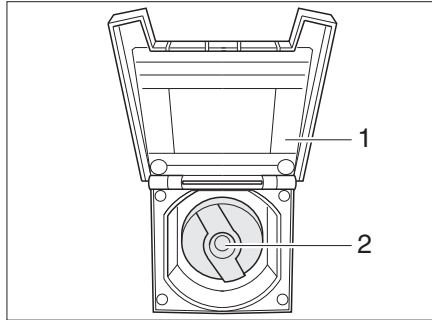

Fig. 348 Tapa de cierre para el tubo de llenado de agua potable
- Abrir la tapa (Fig. 348,1) para el tubo de llenado de agua potable. La tapa se sujeta magnéticamente al exterior del vehículo.
- Introducir la llave en el cilindro de cierre (Fig. 348,2) y girarla un cuarto de vuelta en sentido contrario a las agujas del reloj.
- Abrir el tubo de llenado de agua potable (Fig. 348).